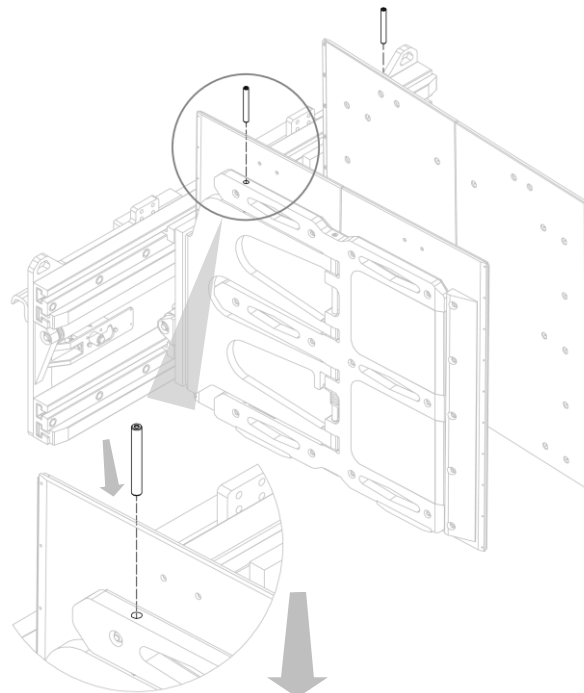
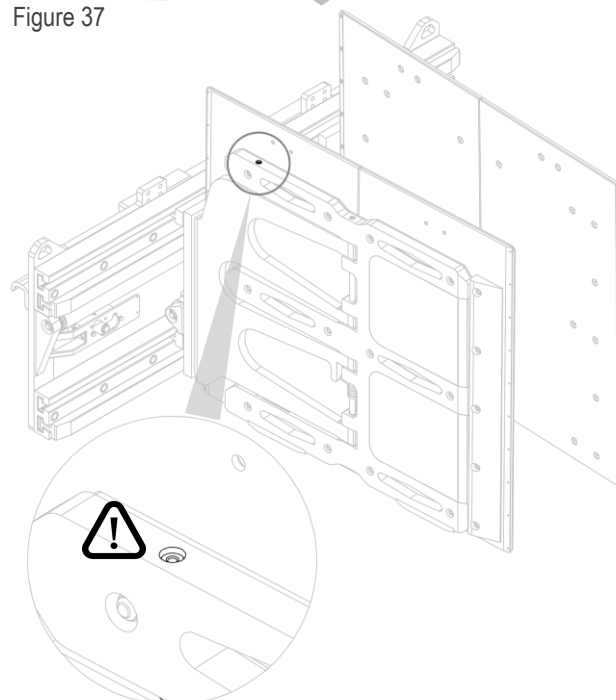

Figure 37
Figure 38
2. Insérer, une par une, les goupilles supérieures anti-oscillation dans les trous appropriés de la mâchoire (voir *Figure 37*).
N.B. La goupille vient en contact avec la fourche, il faut donc que lors de l'insertion des goupilles les trous de la fourche et de la mâchoire correspondent et donc que l'oscillation de la mâchoire sur la fourche soit de 0° (voir *Figure 37* et *Figure 38*).